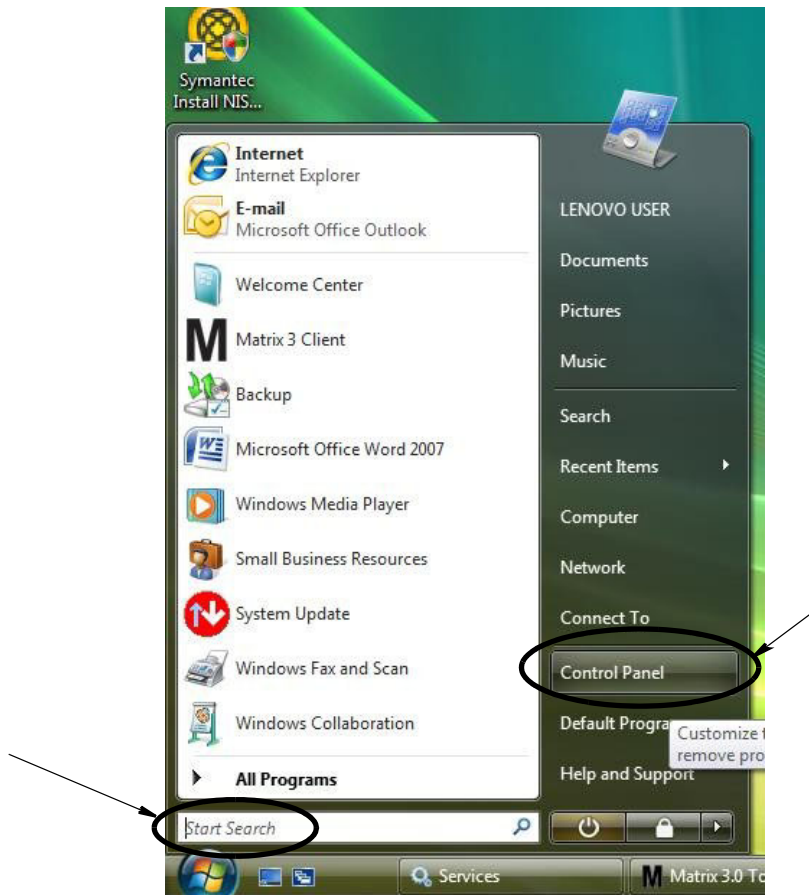

Рис. 32
1. На рабочем столе нажмите «Пуск» и откройте «Панель управления» (Рис. 32).